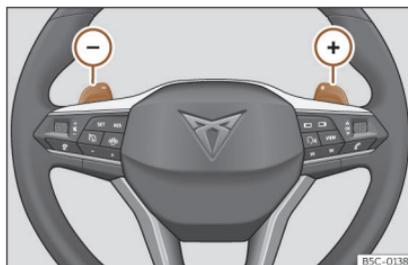

Fig. 139 Volant : palettes pour boîte automatique.
- Appuyez sur la plaquette (+) pour passer une vitesse supérieure»» **fig. 139**.